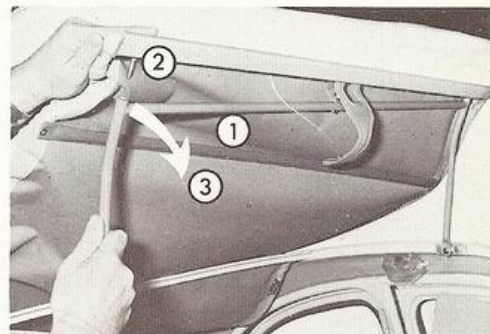

Fig. 27 - Apertura totale della cappotta
- Estrarre i perni della cappotta (Rif. 2, Fig. 27) dal telaio mobile (Rif. 1) e ribaltare quest'ultimo in avanti (Rif. 3).